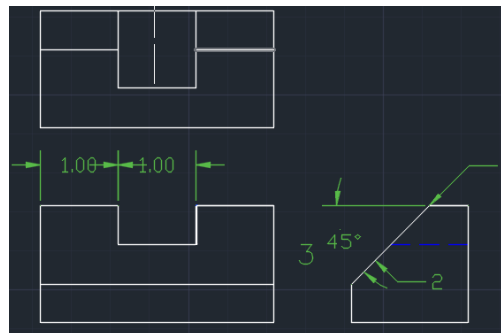

Figura 7.35. Dimensie unghiulară.
Dimensiunea unghiulară este adăugată la vederea laterală, ca în Figura 7.35. Observăm că, deoarece precizia pentru dimensiunile unghiulare a fost setată la zero (0) zecimale în stilul MECANIC, valoarea unghiului este afișată la un număr întreg de grade, iar în acest moment comanda Dimension rămâne activă.